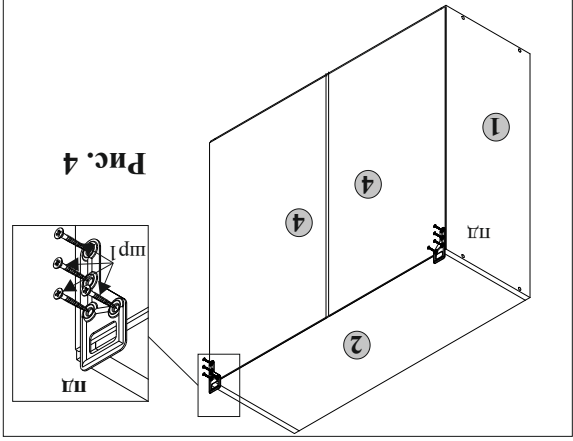

Рис. 4
5.6. Установить на корпусе шкафа петли для навешивания **пд** (рис. 4) при помощи шурупов **шр1**.